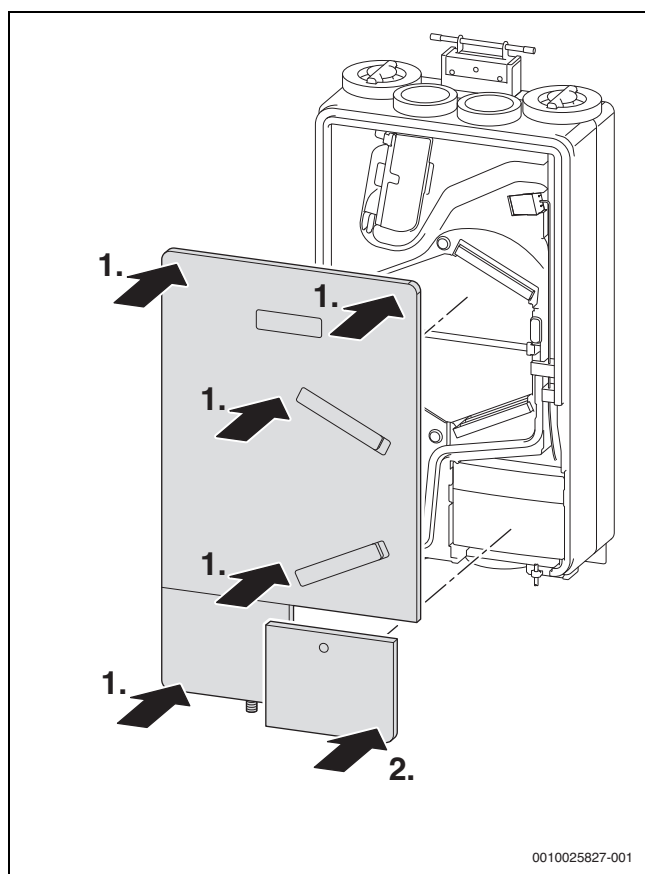

Fig. 54 Chiudere la copertura dell'apparecchio
- Il coperchio del ventilatore e il pannello protettivo dell'elettronica chiudano in modo ermetico. (Durante la chiusura premere il coperchio anche all'altezza dello scambiatore di calore → fig. 54.) La larghezza della scanalatura tra coperchio/pannello protettivo e apparecchio deve essere uniforme.